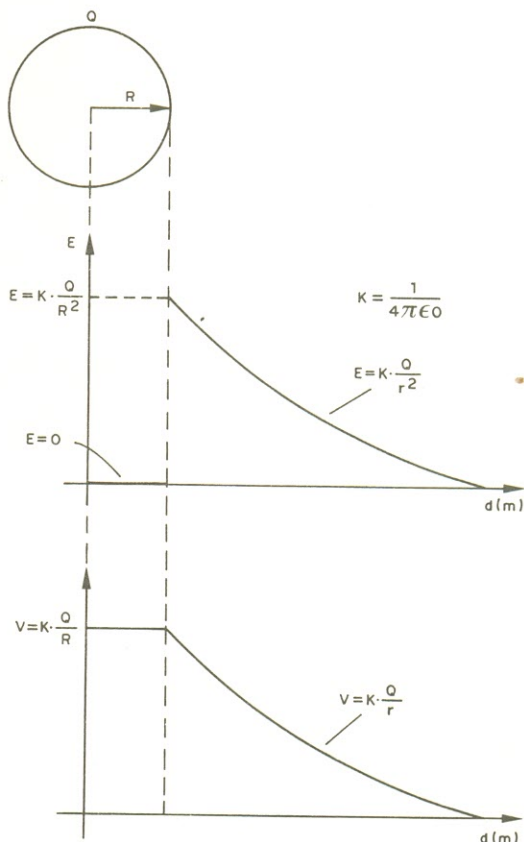

figura 14
- Esta realmente é uma pergunta "embaraçosa". Na verdade, o que ocorre é o seguinte: quando nos aproximamos de um condutor carregado, o campo vai se tornando cada vez mais "forte", até o ponto em que chegamos à sua superfície. Neste ponto ocorre uma transição de tal forma que no interior do condutor o campo é nulo. O gráfico da figura 14 mostra o que acontece.